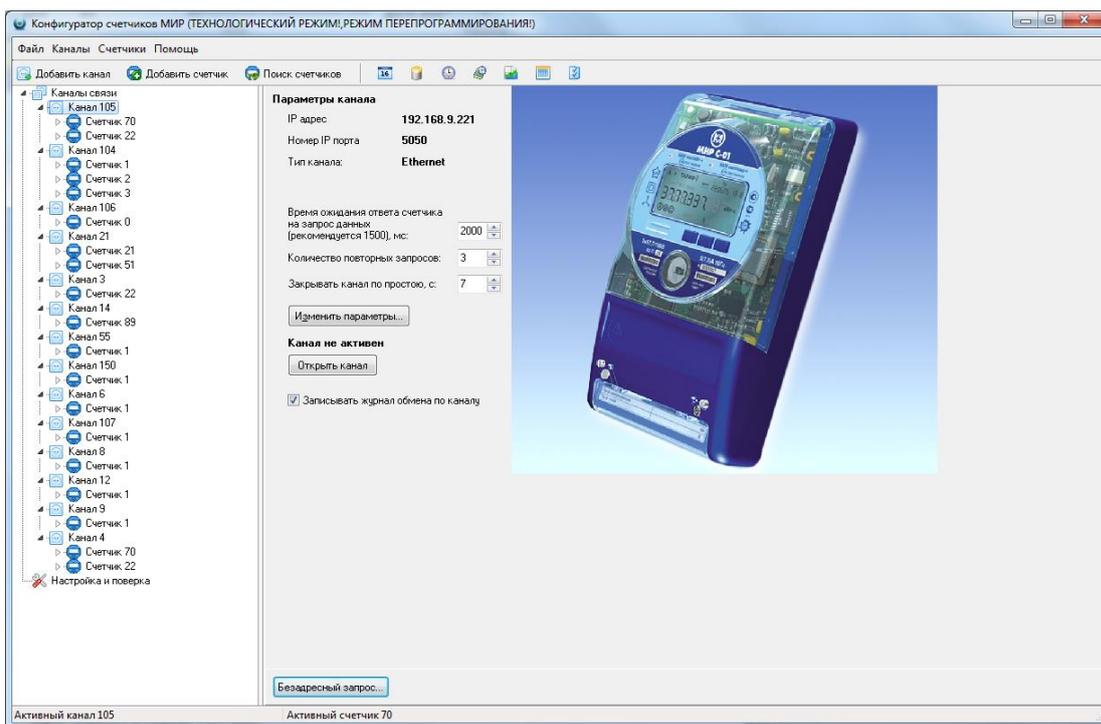

Рисунок 3.1
3.3.1.1 Панель *Параметры канала* (рисунок 3.1) открывается при выделении в дереве объектов объекта с наименованием *Канал N* (N – номер канала).
3.3.1.9 Изменение настроек параметров канала осуществляется в окне *Параметры канала*, которое открывается при нажатии в главном окне на панели *Параметры канала* кнопки *Изменить параметры* (рисунок 3.1).